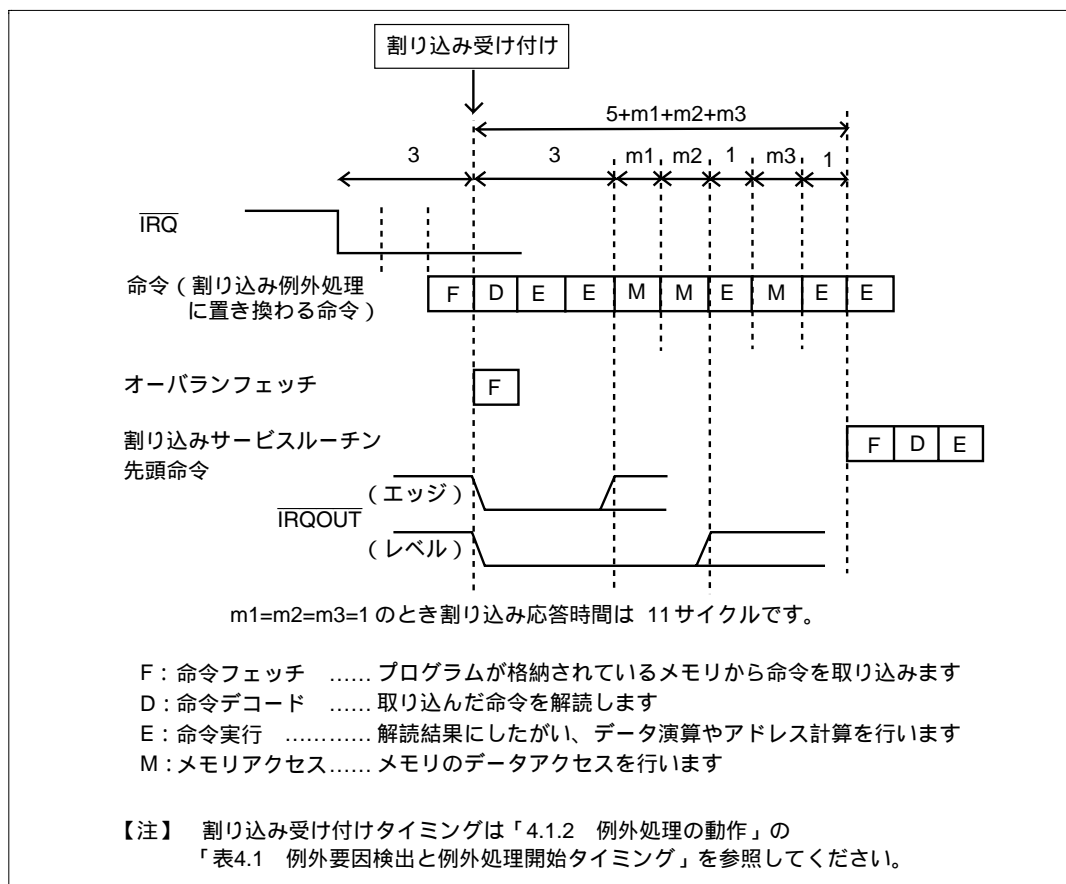

図 5.4 IRQ 割り込みを受け付けるときのパイプライン動作例
- (1) 割り込みコントローラに対して、各割り込み要求元から割り込み要求信号が送られます。
- (2) 割り込みコントローラでは、送られた割り込み要求の中から、割り込み優先レベル設定レジスタ A～E (IPRA～IPRE) にしたがって、最も優先順位の高い割り込みが選択され、それより優先順位の低い割り込みは無視*されます。このとき、同一優先順位に設定された割り込み、または同一モジュール内の割り込みが複数発生した場合は、表 5.3 に示す「デフォルト優先順位」と「IPR 設定単位内の優先順位」にしたがって、最も優先順位の高い割り込みが選択されます。
- (3) 割り込みコントローラで選択された割り込みの優先レベルと CPU のステータスレジスタ (SR) の割り込みマスクビット (I3～I0) とが比較されます。I3～I0 ビットに設定されているレベルと同じか低い優先レベルの割り込みは無視されます。I3～I0 ビットのレベルより高い優先レベルの割り込みだけが受け付けられ、CPU へ割り込み要求信号が送られます。
- (4) 割り込みコントローラが割り込みを受け付けると、 $\overline{\text{IRQOUT}}$ 端子からローレベルが出力されます。
- (5) 割り込みコントローラから送られた割り込み要求は、CPU が実行しようとしている命令のデコード時に検出され、その命令の実行が割り込み例外処理に置き換えられます (図 5.4 参照)。
- (6) ステータスレジスタ (SR) とプログラムカウンタ (PC) がスタックに退避されます。
- (7) SR の I3～I0 ビットに、受け付けられた割り込みの優先レベルが書き込まれます。
- (8) 受け付けた割り込みがレベルセンスまたは内蔵周辺モジュールからの割り込みだった場合、 $\overline{\text{IRQOUT}}$ 端子から、ハイレベルが出力されます。なお、受け付けた割り込みがエッジセンスだった場合は、(5)でCPUが実行しようとしていた命令を割り込み例外処理に置き換えた時点で $\overline{\text{IRQOUT}}$ 端子はハイレベルを出力します。ただし、割り込みコントローラが他の割り込み(今受け付け中の割り込みよりレベルの高い割り込み)を受け付けているときは、 $\overline{\text{IRQOUT}}$ 端子はローレベルのままです。
- (9) 受け付けられた割り込みに対応する例外処理ベクタテーブルから、例外サービスルーチン開始アドレスが取り出され、そのアドレスにジャンプして、プログラムの実行が開始されます。このときのジャンプは遅延分岐ではありません。
割り込み要求が発生してから、割り込み例外処理が行われ、例外サービスルーチンの先頭命令のフェッチが開始されるまでの時間（割り込み応答時間）を表 5.5 に示します。また、IRQ 割り込みを受け付けるときのパイプライン動作例を図 5.4 に示します。